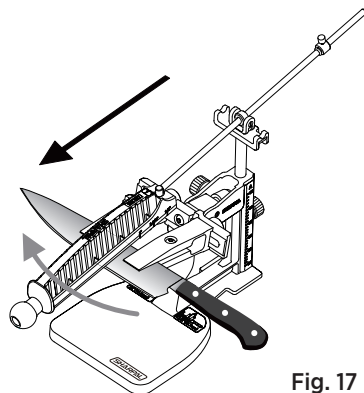

Fig. 17
**Observera:** Vid stropning av knivbladet, för alltid lädret nedåt. Undvik fram-och-tillbaka-rörelser för att förhindra att lädret skärs sönder. (Se Fig. 17) **Kontrollera före stropning att bladet är rent och fritt från vattenfläckar.**